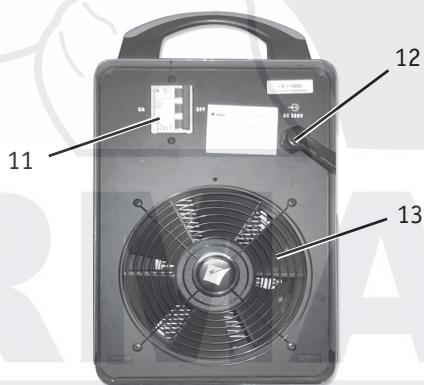

Рис. 1.2
1. Установите выключатель сети в положение «Вкл.» (11) (рис. 1.2), заработает встроенный вентилятор.
3. Установите выключатель сети в положение «Вкл.» (11) **(рис. 1.2)**, заработает встроенный вентилятор.